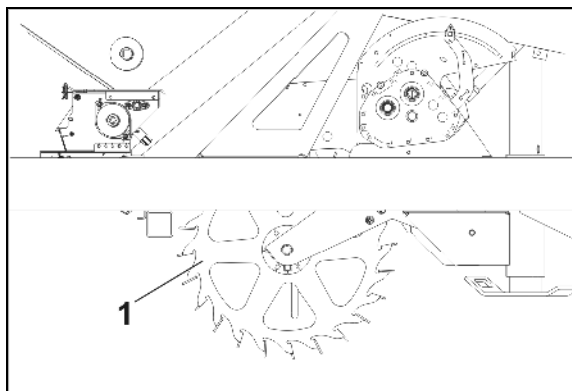

Bild 24
- Sporrhjulet (Bild 24/1) driver via Vario-växellådan knastervalsen i doseringsenheten.